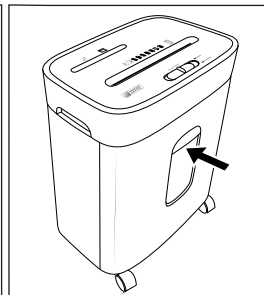

Rys. 2
- ◆ Dociśnij mocno zespół tnący **3** w dół, aż usłyszysz jego zatrzaśnięcie na podstawie urządzenia **15** (patrz rys. 2).